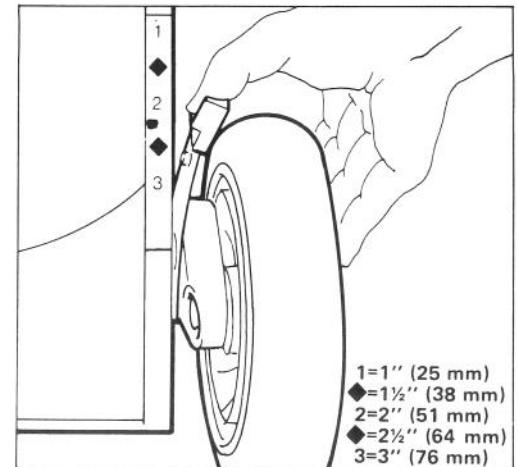

Bild 11
2. Zur leichteren Einstellung das Mähgehäuse anheben, damit das Rad mehr am Boden ist. Dabei nicht mit der Hand unter das Gehäuse greifen. Schnitthöhen-Einstellhebel zum Rad hin drücken und auf die gewünschte Schnitthöhe einstellen (Bild 11). Sicherstellen, daß der Stift des Einstellhebels in die Nute am Gehäuse einraset. Alle Räder auf die gleiche Höhe einstellen.